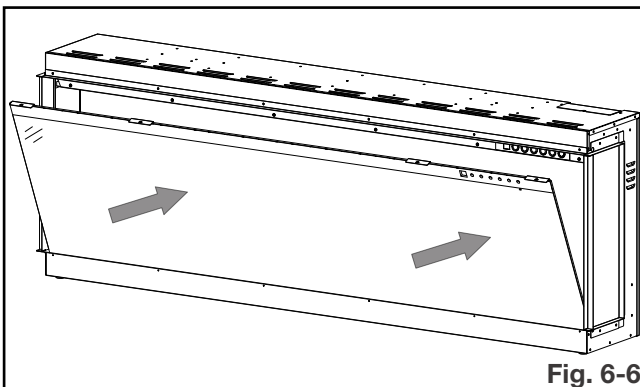

Fig. 6-6
2. Inclinez le verre avant vers l'avant (**Fig. 6-6**).